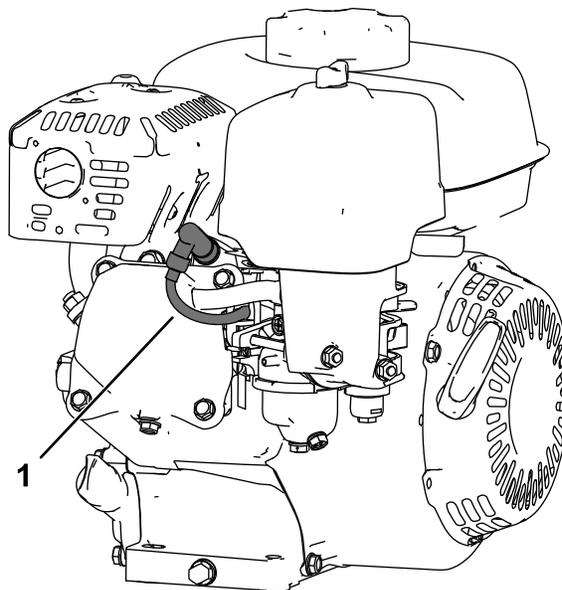

Figure 25
5. Débranchez le fil de la bougie (Figure 25).